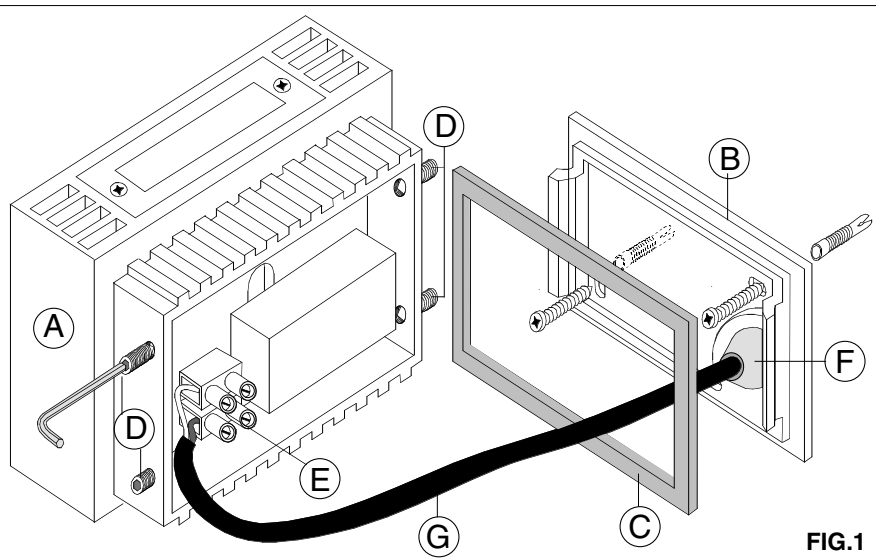
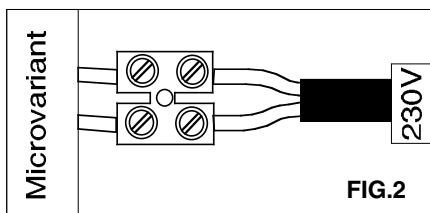

FIG.1
FIG.2
- Allentare i 4 grani **D** e togliere la piastra **B** e la guarnizione **C** dal corpo **A**. **FIG.1**
- Far passare il cavo di rete **G** dal gommino di tenuta **F**. **FIG.1**
- Fissare a parete la piastra **B** con viti e tasselli adeguati (non in dotazione) e collegare il cavo di rete **G** al morsetto **E**. **FIG.1/FIG.2**
- Loosen the 4 grains, remove the plate **B** and the gasket **C** from the body **A**. **FIG.1**
- Insert the main cable **G** into the rubber seal **F**. **FIG.1**
- Fix the plate **B** to the wall through proper dowels and screws (non-supplied) connecting the main cable **G** to the terminal **E**. **FIG.1/FIG.2**
- Desserrez les 4 vis **D** et retirez la plaque **B** et le joint **C** du corp **A**. **FIG.1**
- Passer le cable du réseau **G** dans le serrecable d'étanchéité en caoutchouc **F**. **FIG.1**
- Fixez la plaque murale **B** avec les vis (non fournis) et connectez le cable de réseau **G** au terminal **E**. **FIG.1/FIG.2**
- Afloje los 4 tornillos **D** y retire la placa **B** y la junta **C** del cuerpo **A**. **FIG.1**
- Poner el cable de la red **G** en el prensa etopa en silicona **F**. **FIG.1**
- Fije la placa **B** a la pared con tornillos (no suministrados) y conectar el cable de red **G** al terminal **E**. **FIG.1/FIG.2**